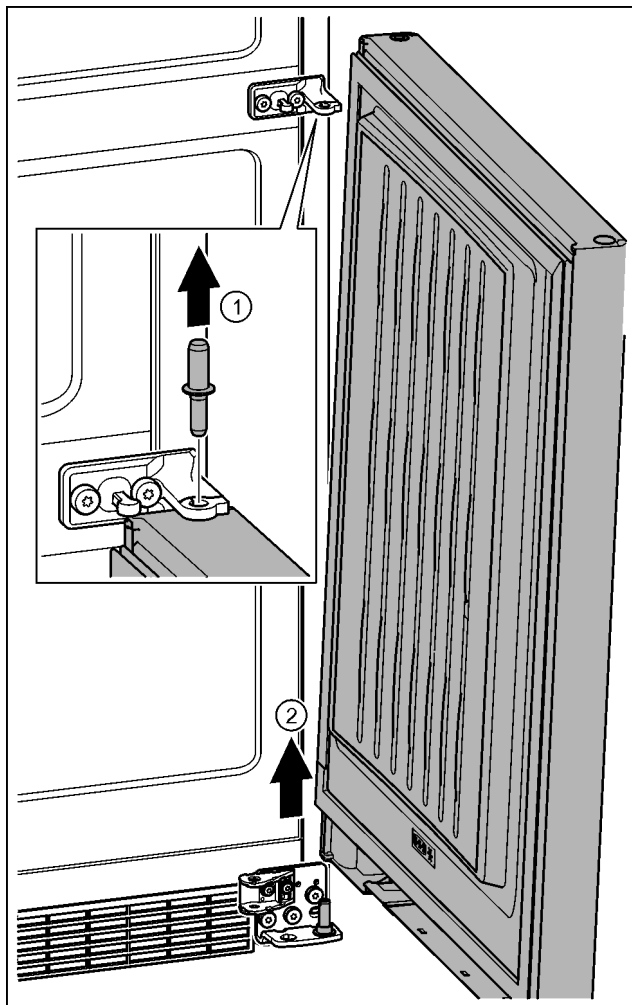

Fig. 22
- ▶ Издърпайте болта нагоре. Fig. 22 (1)
- ▶ Завъртете навън вратата, издърпайте я нагоре и я сложете настрана. Fig. 22 (2)